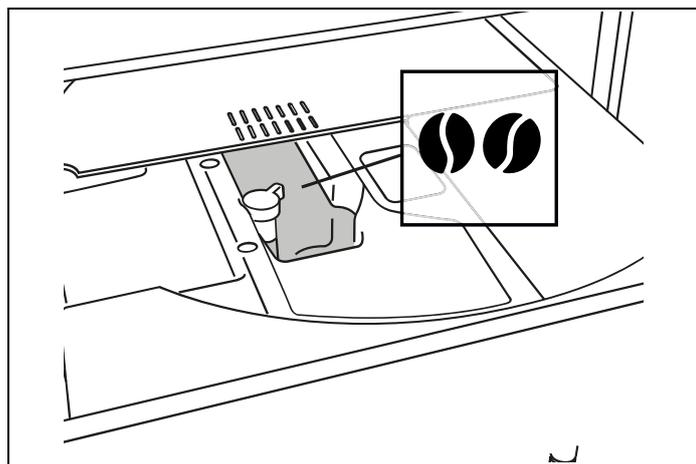

Fig. 24
- 1) Remplissez le réservoir à grains (A16) (Fig. 24) avec des grains de café ;